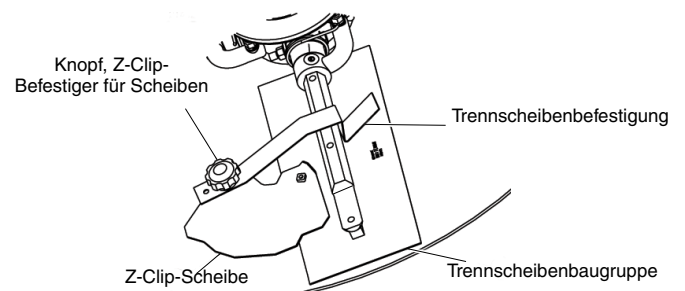

Abbildung 40. Anweisungen zur Z-Clip-Glättscheibe
Siehe Abbildung 40 bei der Installation von Scheiben auf den Finisherscheiben.
3. Befestigen Sie wie auf Abbildung 40 die Befestigungen der Trennscheiben auf der weiter entfernten Seite der Z-Clip-Klammer mit den Befestigungsknöpfen.